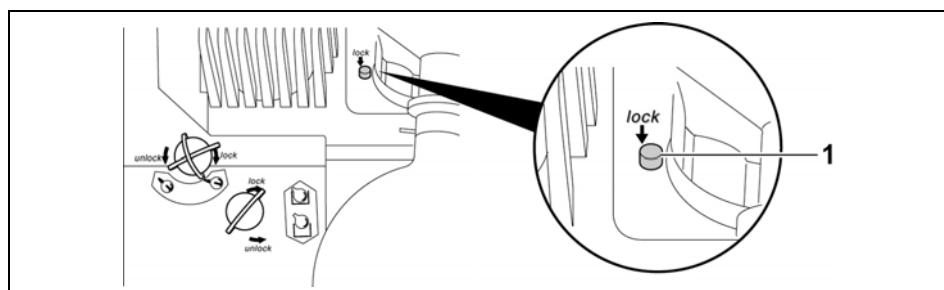

Figura 4-6: *Pulsante di bloccaggio*
3. Tenere premuto il pulsante di bloccaggio (Figura 4-6 (1)).
8. Tenere premuto il pulsante di bloccaggio (Figura 4-6 (1)).